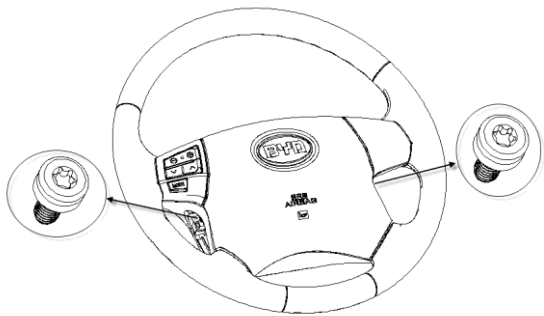

图 5.2—4
① 打开转向盘两侧小护盖，用套筒扳手或者螺丝刀，松开两个螺钉，直至螺钉头周边卡在螺钉壳体内，如图5.2—4所示用
② 从转向盘中拉出喇叭按钮总成，如图5.2
③使用螺丝刀，松开安全气囊接头的锁紧部分，拆下安全气囊接头。